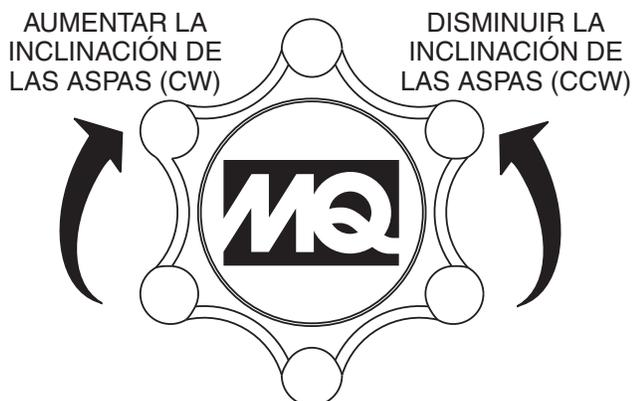

Figura 10. Ajuste del cable de inclinación de las aspas (manillar estándar)
1. Para allanadoras equipadas con manillar **estándar**, gire la rueda dentada en sentido antihorario para liberar la tensión en el cable de inclinación de las aspas. Vea Figura 10.